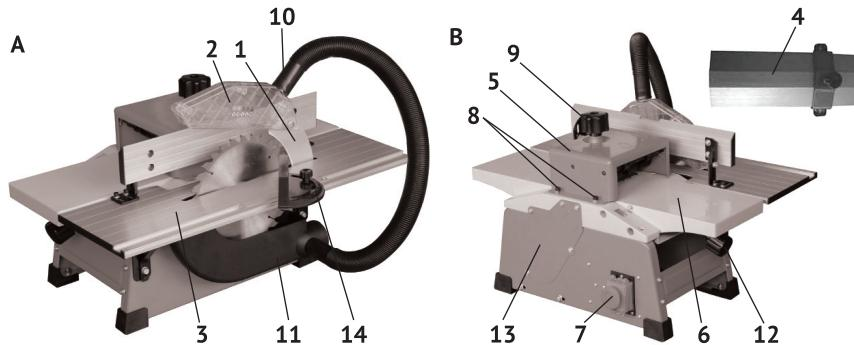
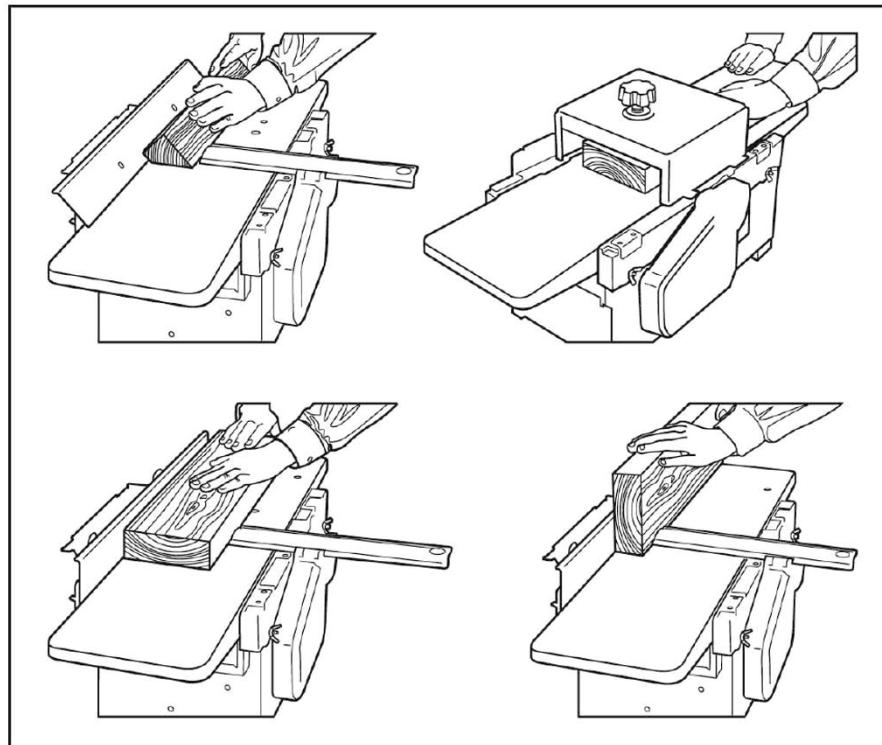

Рис. 1
Рис. 3
4.1 Общий вид станка схематично представлен на рис.1 (а; б)
Пуск станка осуществляется с помощью выключателя (7) (рис. 1).
- отвернуть ручку регулировки глубины строгания (12) (рис. 1В);
- вращением ручки, переместить подвижный стол 6 (рис. 1В) на необходимую глубину строгания, совместив рискну R на подвижном столе с необходимым значением штриха на шкале (1) (рис. 3);